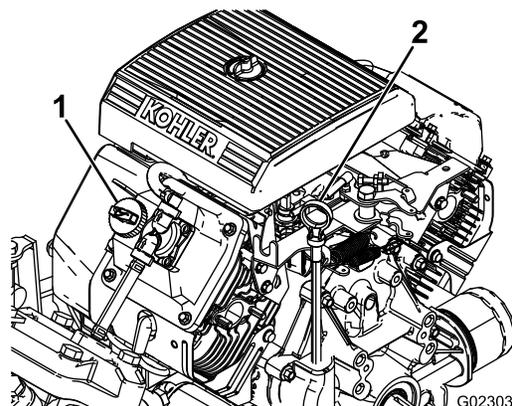

Bild 11
2. Nehmen Sie den Peilstab heraus und wischen Sie ihn mit einem sauberen Lappen ab (Bild 11).
4. Wenn der Ölstand niedrig ist, nehmen Sie den Fülldeckel von der Ventilabdeckung ab (Bild 11) und füllen Öl auf, bis der Ölstand die VOLL-Markierung am Peilstab erreicht. Angaben zur richtigen Ölsorte und zur Viskosität finden Sie unter Warten des Motoröls \(Seite 51\).